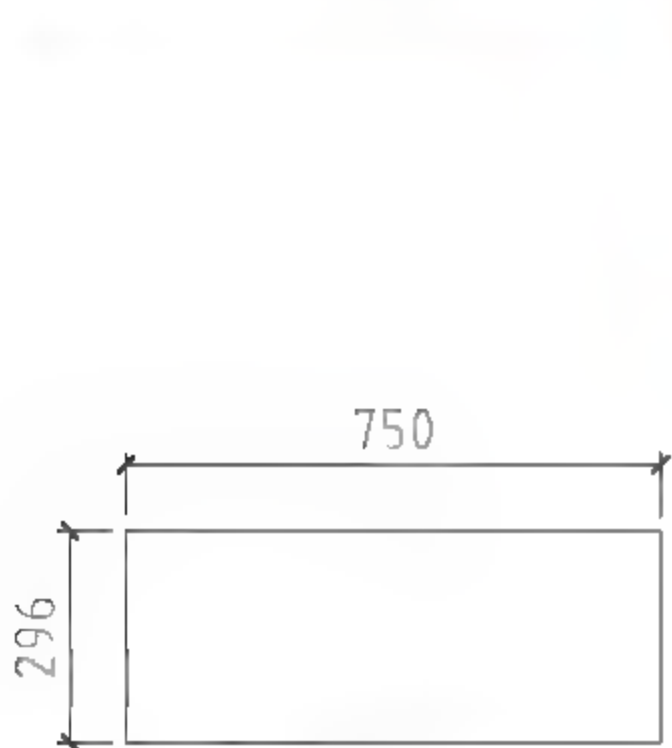

图8-204 绘制矩形
- 01 调用REC【矩形】命令，绘制尺寸为750×296的矩形，结果如图8-204所示。